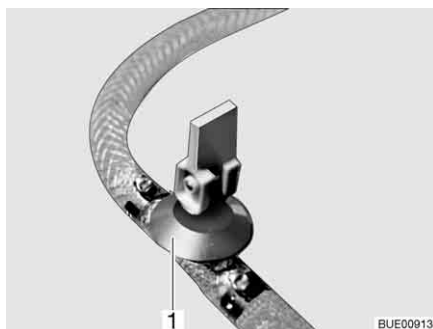
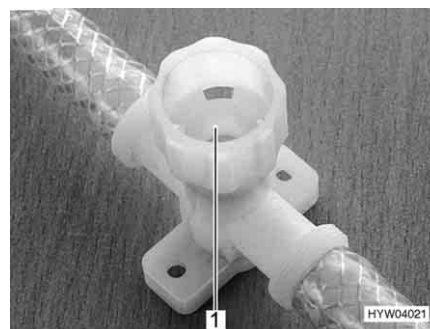

Fig. 145 Robinet de vidange (avec levier à bascule)
Fig. 146 Robinet de vidange (avec capuchon tournant)
- Ouvrir tous les robinets de vidange. Placer pour ce faire le levier à bascule (Fig. 145,1) à la verticale ou faire tourner le capuchon du robinet de vidange (Fig. 146,1) dans le sens inverse des aiguilles d'une montre.